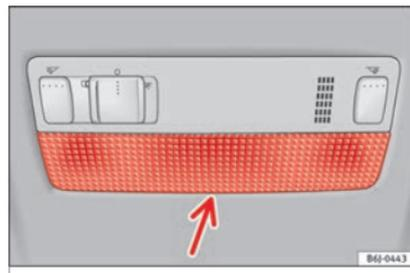

Fig. 117 Luce di lettura anteriore.
- Introdurre un cacciavite dalla parte piatta tra il telaio e il vetro »» fig. 117.